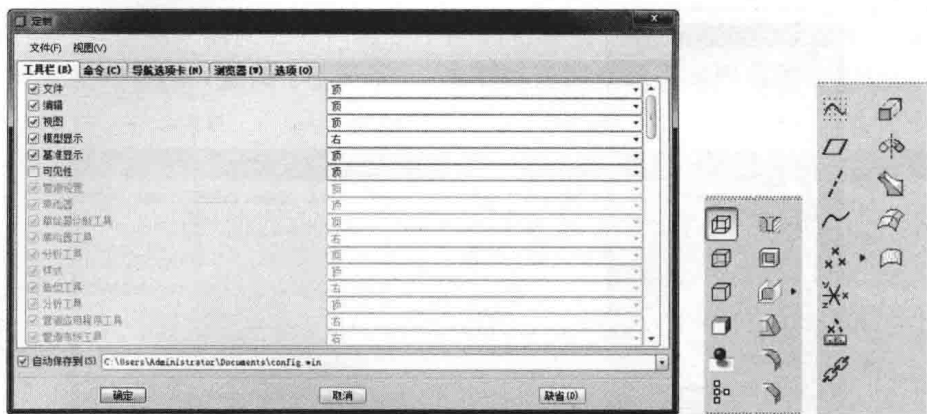

图 1-9 定义【模型显示】工具栏的位置
- ⑥ 单击【工具栏】标签，切换到【工具栏】选项卡，选择【模型显示】，在【位置】下拉列表中选择【右】选项，可以看到【模型显示】工具栏移动到了右侧的【特征】工具栏中，如图 1-9 所示。